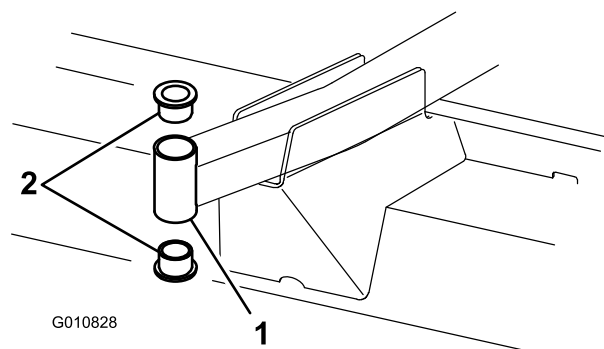

Figura 21
4. Introduza um punção para cavilhas na zona superior ou inferior do tubo de montagem e retire o casquilho para fora do tubo (Figura 21). Retire igualmente o outro casquilho do tubo.